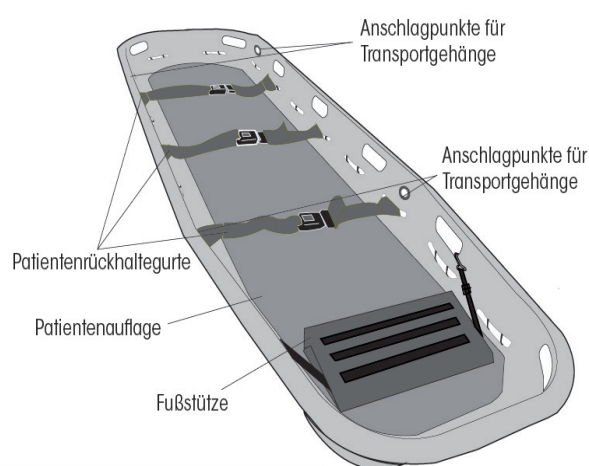

Bild 1: Teile der Korbtrage und Anschlagpunkte
Fußstütze: Die mitgelieferte Fußstütze fixieren Sie bitte mit den Klemmhaken in den Aussparungen des Basisteils (Bild 1). Die Fußstütze für SAN-0087-1-M fixieren Sie mit den Karabinern an den Sprossen des Metallrahmens.
Patientenrückhaltegurte: Alle Korbtragen enthalten im Lieferumfang 3 Patientenrückhaltegurte (SAN-0087-2-XXL enthält 4 Stk.). Patientenrückhaltegurte für die Modelle *SAN-0087-1*, *SAN-0087-2* und *SAN-0087-2-XXL* werden an dem umlaufenden Seil befestigt (Bild. 1, 2a / 2b). Bei dem Modell *SAN-0087-1-M* werden für diesen Zweck die Metallspinnen im umlaufenden Metallrahmen verwendet.
Transportgehänge: Zur Befestigung vom Transportgehänge (Modelle SAN-0087-1, SAN-0087-2 und SAN-0087-2-XXL) sind Metallösen (4 Stk. - Modell SAN-0087-1 und SAN-0087-2; 6 Stk. in SAN-0087-2-XXL) im Basisteil der Korbtrage vorgesehen (Bild 1). Bei SAN-0087-1-M wird Transportgehänge am Metallrahmen befestigt.
2. Fixieren Sie die Gurte der Fußstütze mit den Klemmhaken an der Aussparung der Korbtrage (Bild 1). Die Gurte der Fußstütze für SAN-0087-1-M fixieren Sie mit den Karabinern an den Sprossen des Metallrahmens..